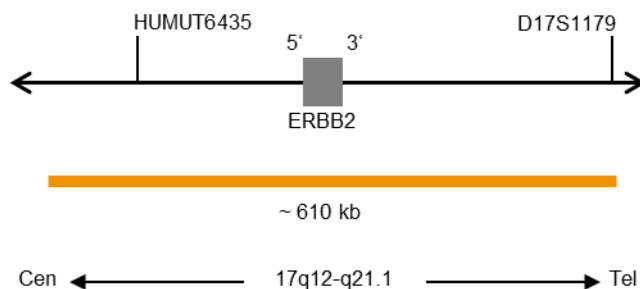

Abb. 1: SPEC ERBB2 Sondenlokalisierung (nicht maßstabsgetreu)
- ZyGreen (Anregung 503 nm/Emission 528 nm) markierten Polynukleotiden (~10 ng/μl), die gegen Sequenzen in 17q12-q21.1* (chr17:37,572,531-38,181,308) gerichtet sind, welche die ERBB2-Genregion enthalten (siehe Abb. 1).